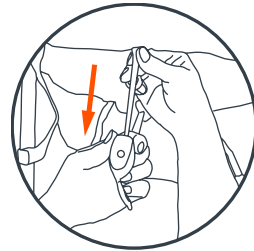
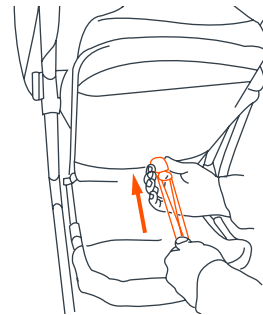

Fig. 18a
Fig. 18b
**18)** El asiento posee múltiples posiciones de inclinación que se controlan mediante un sistema de correa y hebilla ubicado detrás del asiento (Fig. 18a). Para reclinar el asiento, suelte la correa por la hebilla y ajústela hasta lograr la posición de inclinación necesaria (Fig. 18b). Para colocar el respaldo en una posición más erguida, empújelo hacia arriba con una mano mientras tira de la correa por la hebilla con la otra. La correa se trabará automáticamente.